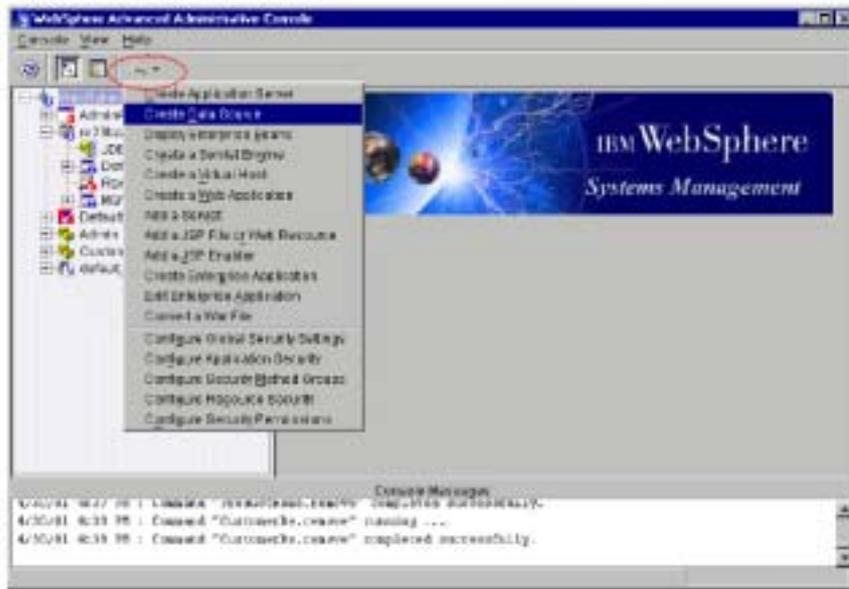

图 7-13 数据源定义
3. 通过单击向导按钮(如图 7-13 圈示)或单击 **Console -> Tasks -> Create Data Source** 启动创建数据源向导。